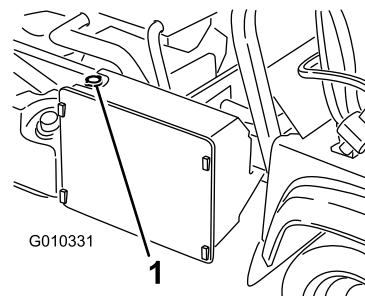

Figura 77
3. Retire el tapón del radiador (Figura 77).
4. Retire el tapón del depósito auxiliar de refrigerante (Figura 77).
7. Rellene el radiador y coloque el tapón (Figura 77).